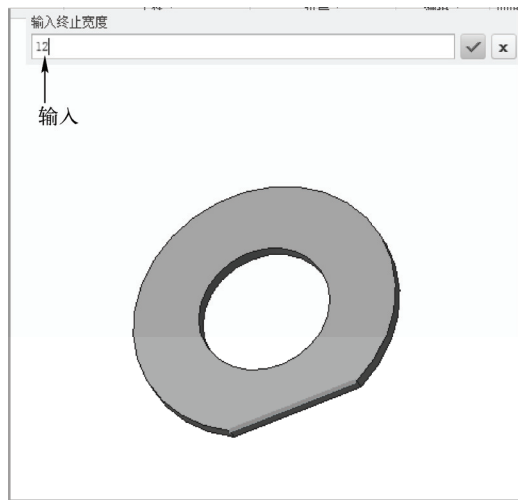

图 13-32 输入参数二
STEP 07 单击“接受值”按钮, 弹出“输入终止宽度”文本框, 输入“12”, 如图 13-32 所示。